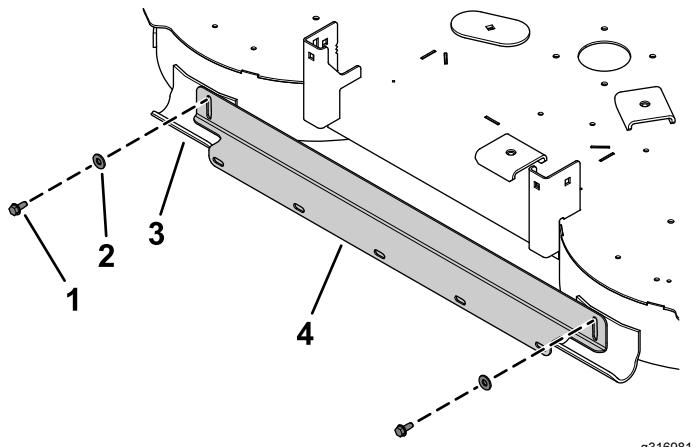

Figure 5
6. Fixez le support du traceur sur les patins à l'aide de 2 vis à embase (5/16 x 3/4 po, autotaraudeuses) et 2 rondelles plates (5/16 po), comme montré à la Figure 5.